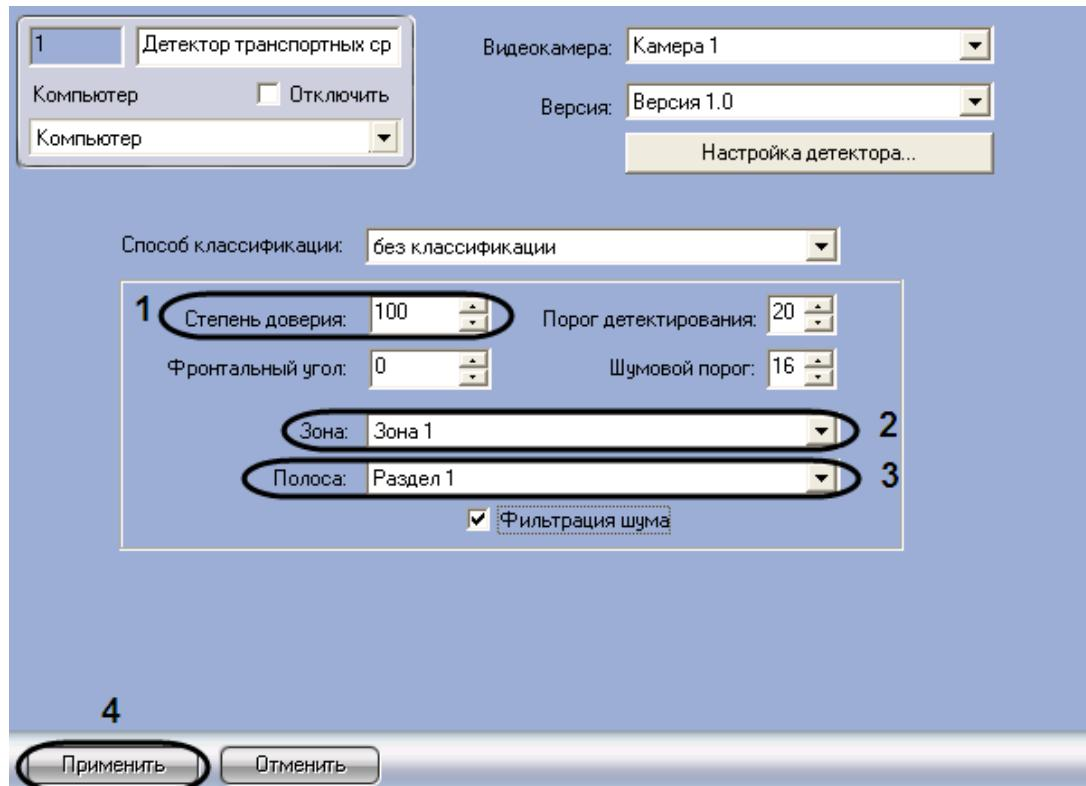

Рис. 7.7—7. Задание сведений о детекторе транспортных средств
- Перейти на панель настройки объекта «Детектор транспортных средств» (см. Рис. 7.7—7)
- В поле со списком «Степень доверия» ввести степень доверия к детектору транспорта (см. Рис. 7.7—7, 1)
- Из раскрывающегося списка «Зона» выбрать название объекта «Зона» или «Область», соответствующего территории, на которой расположена видеокамера детектора (см. Рис. 7.7—7, 2)